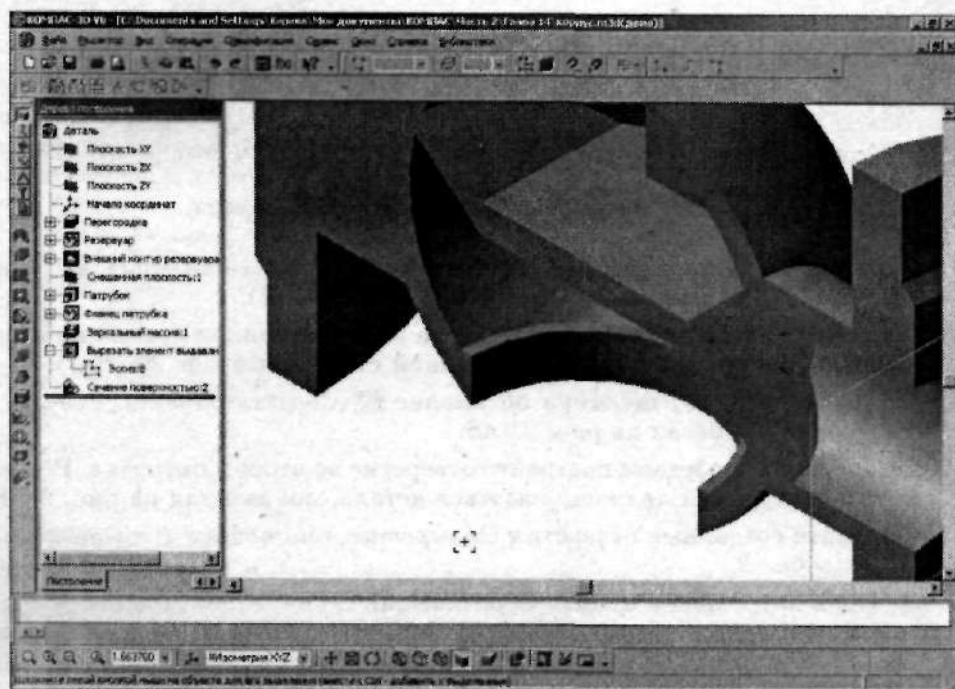

Рис. 2.146. Отверстие в патрубке построено
9. Создайте элемент, щелкнув по кнопке  (Создать объект). Результат построения показан на рис. 2.146.